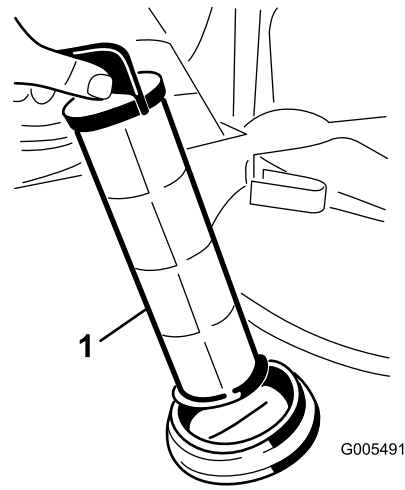

Figura 42
4. Retire o filtro de rede da sucção da estrutura do filtro de rede no depósito (Figura 42).